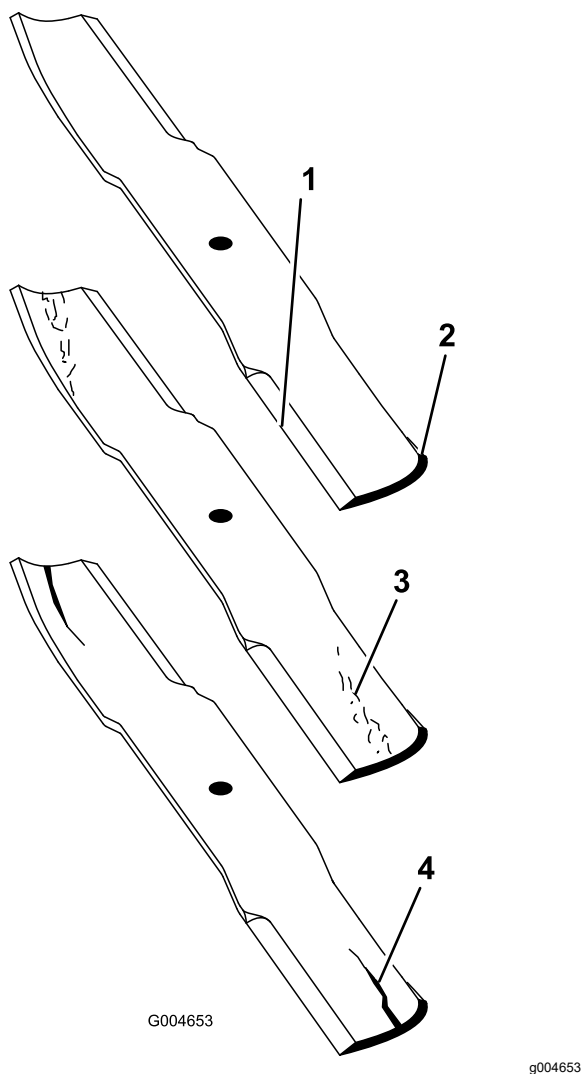

Bild 26
3. Prüfen Sie die Schnittkanten des Messers sorgfältig, insbesondere dort, wo die geraden Flächen die gebogenen berühren (Bild 26).
Hinweis: Da Sand und anderes reibendes Material das Metall abschleifen kann, das die flachen mit den gebogenen Teilen verbindet, müssen Sie das Messer vor jedem Einsatz des Rasenmähers prüfen. Wenn Sie Abnutzungen feststellen (Bild 26), sollten Sie das Messer auswechseln.